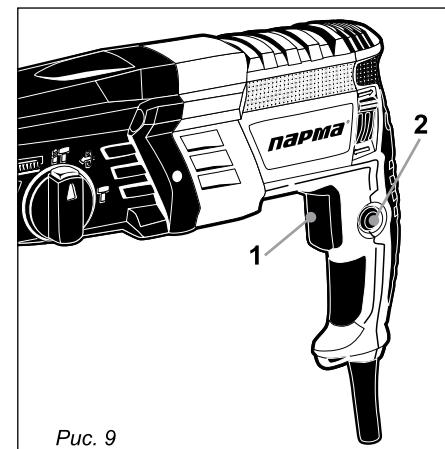

Рис. 9
**6.5. Кнопка фиксации выключателя (рис. 9)****ВНИМАНИЕ!**